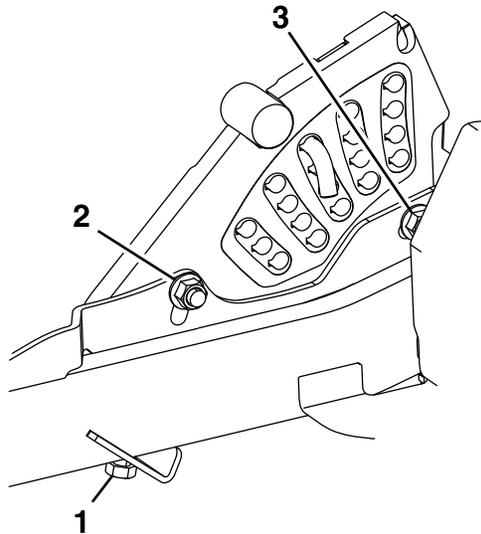

Figure 80
- Si le tablier est trop bas, serrez le boulon de réglage monopoint dans le sens horaire (Figure 80).